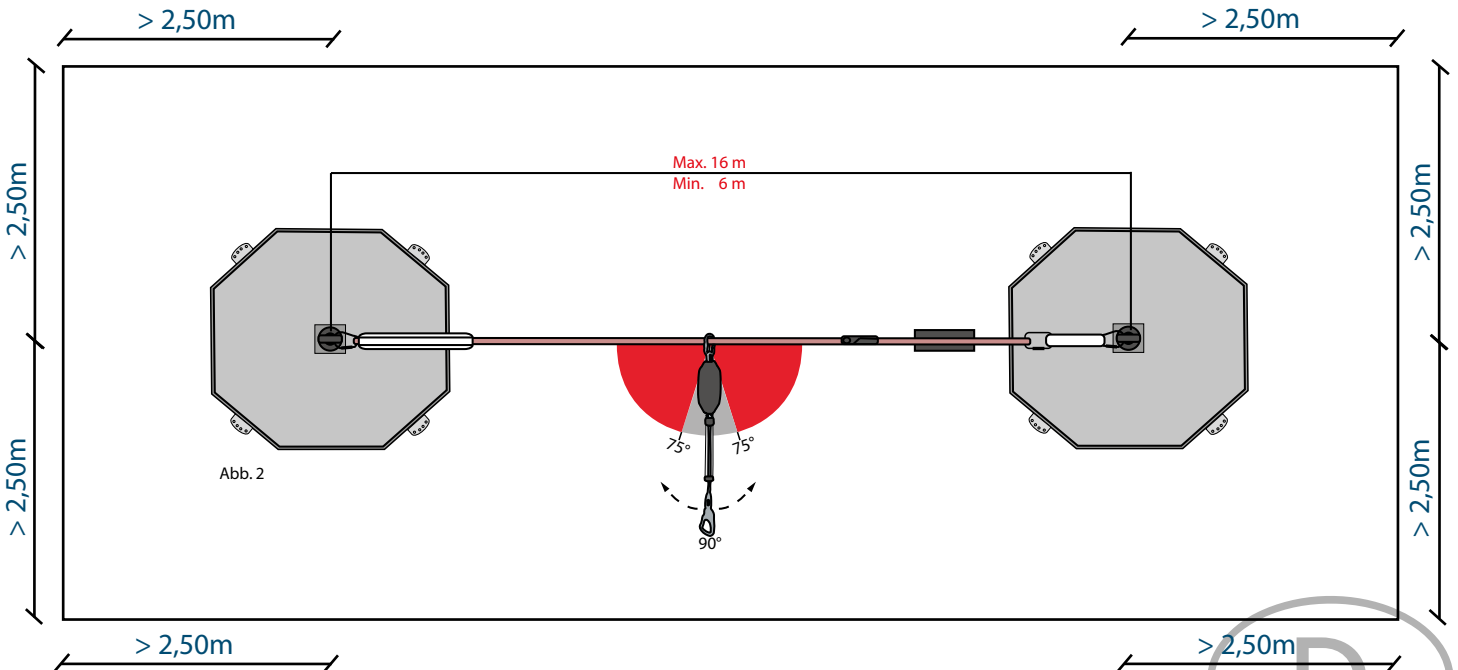

Abb. 2
- Platzieren der Betonanschlagpunkte in einem **Abstand** von **maximal 16 m** und **mindestens 6 m** (Abb. 2)
Das Höhensicherungsgerät ist auf einer horizontalen Fläche ohne Neigung oder Absätzen einzusetzen. Es ist dafür zu sorgen, dass zwischen dem horizontalen Führungsseil und dem Verbindungsseil mindestens ein Winkel von 75°, im Idealfall 90°, eingehalten wird (Abb. 2).